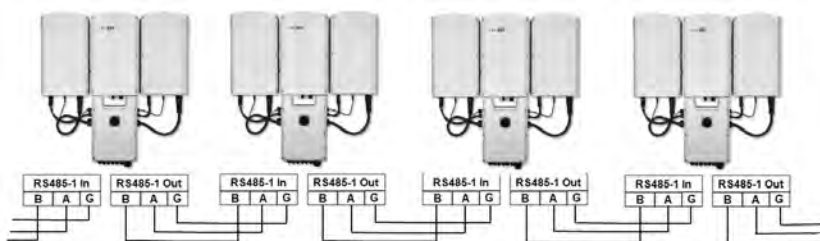

Abbildung 35: Anschluss von Wechselrichtern in einem Bus
- Führen Sie die Enden der Drähte in die oben gezeigten Kontakte **G**, **A** und **B** ein. Verwenden Sie eine Klemmleiste für den vorangehenden Wechselrichter im Bus und die andere Klemmleiste für den nächsten Wechselrichter des Busses wie in *Abbildung 35* dargestellt. Für die Anschlüsse **A**, **B** und **G** können Sie Drähte beliebiger Farben verwenden. Allerdings müssen Sie sicherstellen, dass für alle A-Kontakte Drähte einer Farbe verwendet werden. Das Gleiche gilt für B- und G-Kontakte.